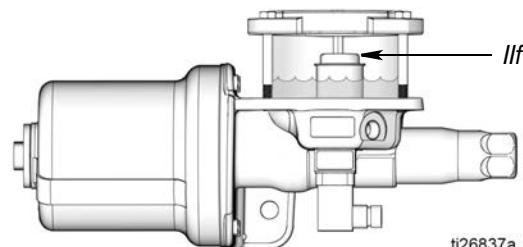

图 8：完全向下移动位置的低液位浮球
分配机油时，低液位浮球开始向下移动。当液箱中的机油达到低液位时，完全向下移动的浮球（如 图 8 所示）靠近常开低液位开关，低液位信号发送至润滑控制器 (J)。